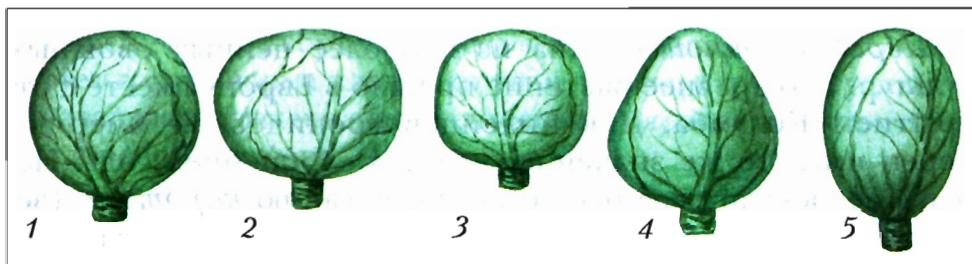

Рис. 2. Форма кочана: 1 – круглая, 2 – плоская, 3 – округло-плоская, 4 – коническая, 5 – овальная
5. Разрежьте кочан вдоль пополам, замерьте длину внутренней кочерышки и диаметр кочана. Определите форму кочана по отношению его высоты к поперечному диаметру: у круглых это отношение равно 0,8–1,1, у плоских — 0,4–0,7, у округло-плоских — 0,7–0,8, у конических и овальных — более 1,1 (рис. 2).